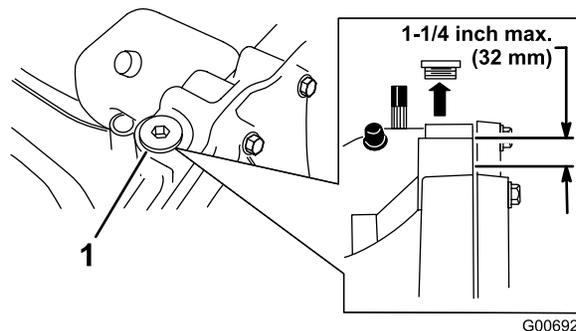

Figura 29
- Pulite attorno al tappo di riempimento (Figura 29) in modo che la morchia non cada nel serbatoio se occorre rabboccare.
- Nota:** Il livello massimo deve trovarsi a 32 mm al di sotto della parte superiore dell'apertura di riempimento (Figura 29). All'occorrenza rabboccate.